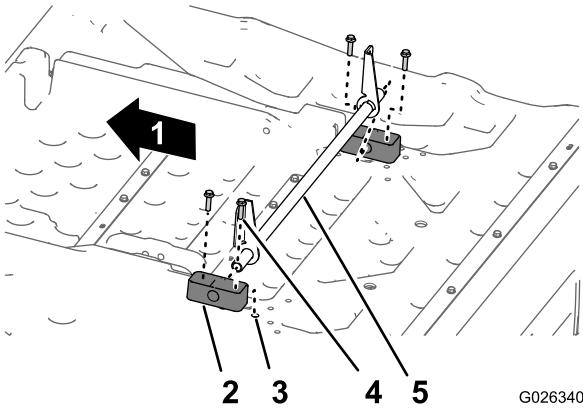

Figura 9
- Inserite l'estremità del tubo del gruppo della staffa orientabile nel blocco di articolazione (Figura 9).
- Montate l'altro blocco di articolazione sull'altra estremità del tubo della staffa orientabile (Figura 9).
- Nel **nuovo** pianale, allineate i fori di un nuovo blocco di articolazione con gli inserti filettati nel pianale, attaccate il blocco con i 4 bulloni a testa flangiata (3/8 x 1-1/2 poll.) e serrate i bulloni manualmente (Figura 9).